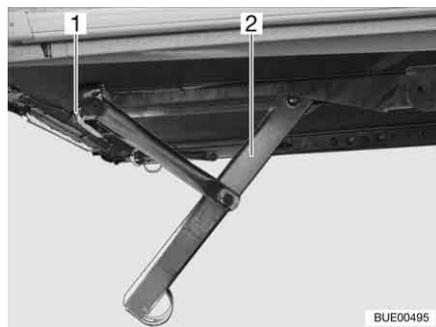
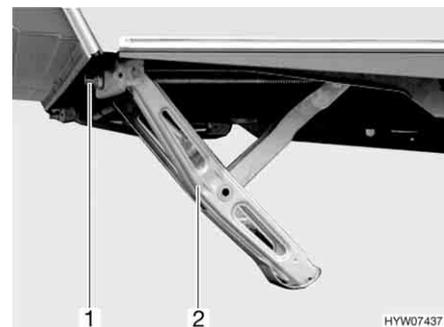

Fig. 22 Apoyo a manivela bajado girando la manivela (variante 1)
Fig. 23 Apoyo a manivela bajado girando la manivela (variante 2)
- Insertar la manivela en el hexágono (Fig. 22,1, Fig. 23,1 ó Fig. 24,1) de los apoyos a manivela (Fig. 22,2, Fig. 23,2 ó Fig. 24,2).